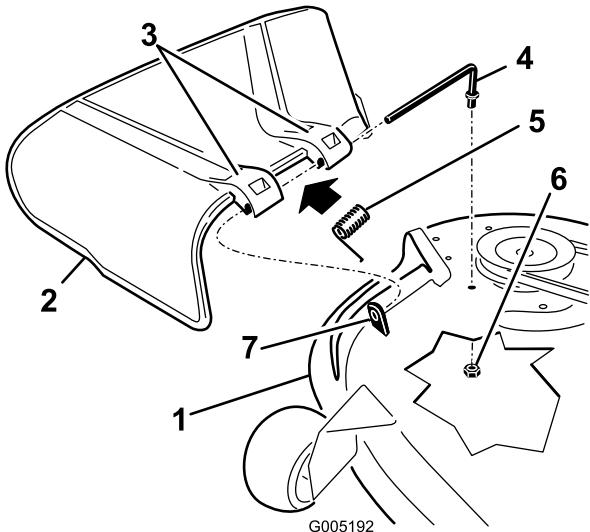

Figura 70
1. Retire la tuerca (3/8 pulgada) de la varilla debajo del cortacésped (Figura 70).
2. Retire la varilla del separador corto, del muelle y del deflector de hierba (Figura 70).
4. Vuelva a colocar el deflector de hierba (Figura 70).
7. Deslice la varilla por el segundo soporte del deflector de hierba (Figura 70).
9. Sujete el extremo trasero de la varilla en el cortacésped con una tuerca (3/8 pulgada), según se muestra en Figura 70.